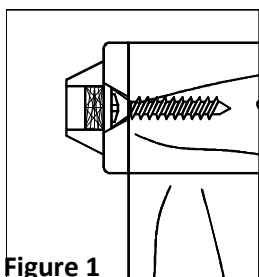

Figure 1
Use a 3/32" drill bit to drill pilot holes into the furniture item at the "screw marks". Use the TWO Short screws to secure the furniture-side mounting plate. This mounting plate can be positioned either vertically or horizontal as necessary (See Figure 1).
Utilisez un foret de 3/32 po pour percer des avant-trous dans le meuble sur les "marques des vis". Utilisez les DEUX (2) vis courtes pour fixer le support de montage côté meuble. Ce support de montage peut être installé à la verticale ou à l'horizontale, au besoin (voir la Figure 1).